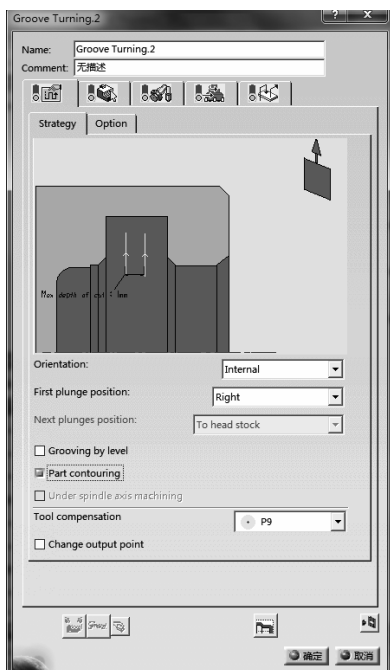

图 6-144 “Strategy” 选项卡 (3)
- 单击“Strategy”选项卡 (3)，在“Orientation”下拉列表中选择“Internal”，在“First plunge position”下拉列表中选择“Right”，选中“Part contouring”复选框，如图 6-144 所示。